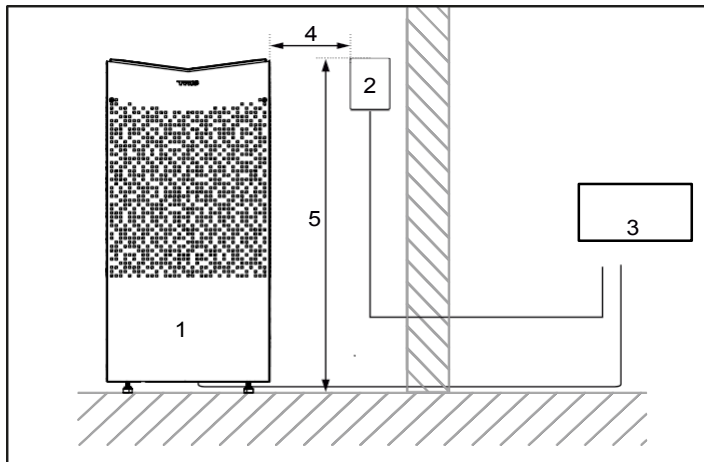
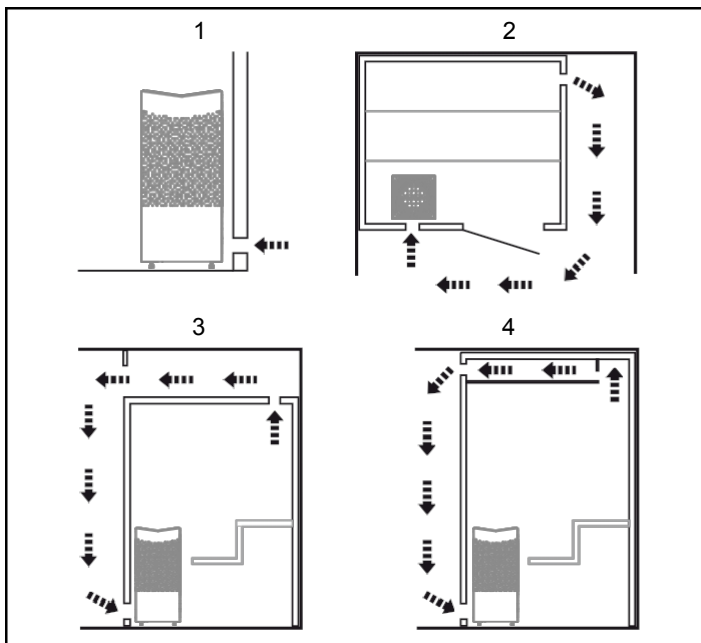

Figura 5: Distanza di sicurezza / altezza di installazione, pannello di controllo
Figura 6: Posizionamento delle bocchette di aspirazione e scarico dell'aria
- La ventilazione della sauna deve essere conforme alle istruzioni contenute nel presente manuale (vedere la sezione Posizionamento dell'aria in ingresso, Figura 6, e la sezione Posizionamento dell'aria in uscita, Figura 6).
- Pianificare il posizionamento del pannello di controllo (vedere le istruzioni allegate per il pannello di controllo per il posizionamento consentito). Vedere anche la sezione Pannello di controllo, Figura 5.
- Posizionare la presa d'aria (vedere la sezione Posizionamento della presa d'aria, Figura 6).
- Posizionare la bocchetta di scarico dell'aria (vedere la sezione Posizionamento della bocchetta di scarico dell'aria, Figura 6).
principio). Leggere le sezioni intitolate Posizionamento della bocchetta di aspirazione e Posizionamento della bocchetta di scarico in queste istruzioni, figura 6. Il pannello di controllo deve sempre essere collocato all'esterno della cabina della sauna se non sono soddisfatti questi requisiti. Se il pannello di controllo viene installato all'interno della cabina della sauna, deve essere posizionato tenendo conto delle distanze di sicurezza e dell'altezza di installazione, come indicato nella Figura 5.
- alla massima distanza possibile dalla presa d'aria, ad esempio in diagonale (vedere Figura 6).
- in alto sulla parete o nel soffitto (vedere Figura 6).